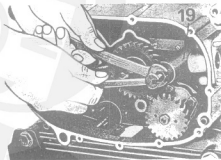

Fig. 20/1
- la boccola con anellino di tenuta per albero della distribuzione adoperando apposito attrezzo n° 10904400 (19 di fig. 20/1). Questa boccola si può levare anche a motore montato, osservando, se necessario, di ruotare il volano in modo da poter infilare il suddetto attrezzo nella boccola.